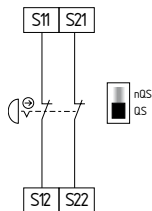

Fig. 10
**Circuito per arresto di emergenza a due canali con dispositivi di comando secondo EN ISO 13850 e EN 60947-5-5 (vedere Fig. 10)**